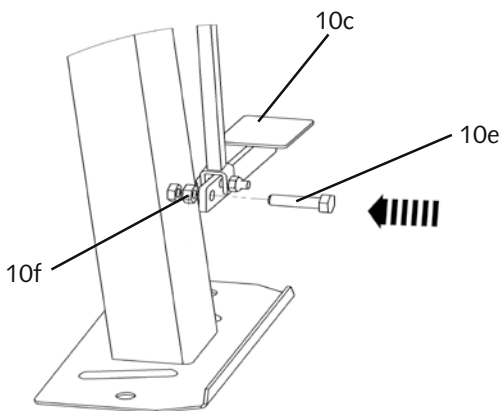

Fig. 10
8. Fäst bulten M8x40 (10e) i muttern som svetsas på stödbenet. Säkra dem med mutter (10g) på den andra sidan. (Fig. 10).